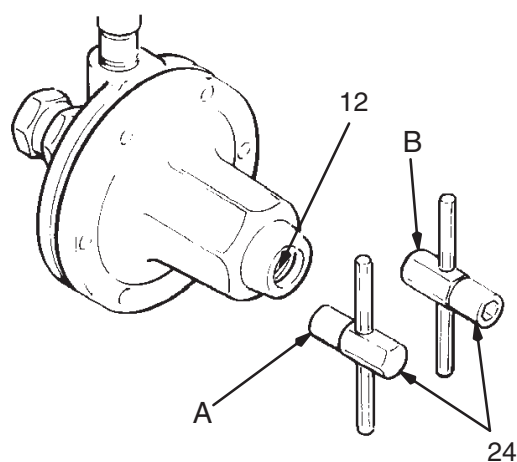

Fig. 3
1. Chiudere il regolatore: allineare l'estremità femmina (A) della chiave (24) con la vite di regolazione (12) e girarla in senso antiorario per rilasciare la tensione della molla. Vedere Fig. 3.
3. Girare la chiave (24) *in senso orario* per aumentare la pressione del fluido. Vedere Fig. 3. Regolare la spruzzatura come si desidera.